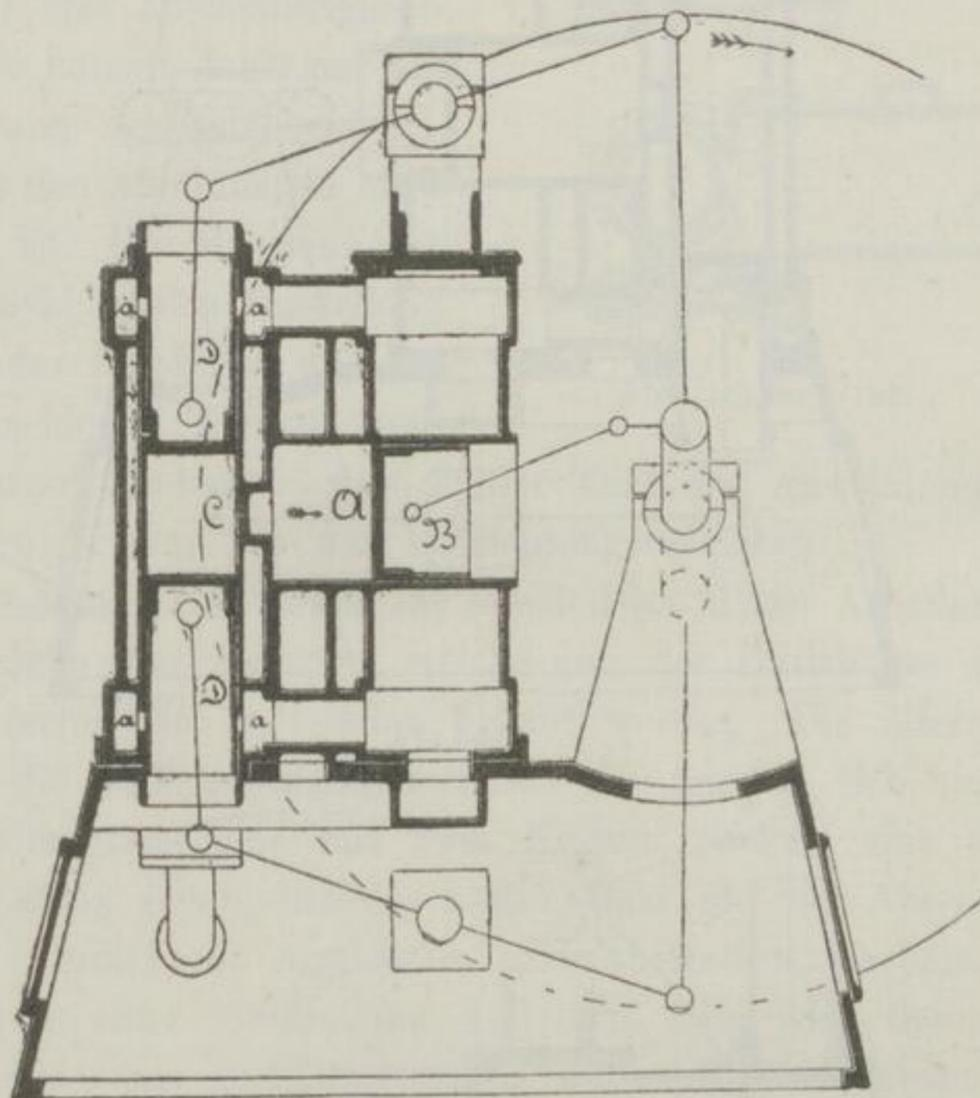

Abb. 178.
**Sturgeon.** Die Lösung der oben gestellten Aufgabe durch die von Henry Wallwork & Cie. in Manchester gebaute „Sturgeon gas engine“ ist recht umständlich. Wie aus den Abb. 178—180, welche die Gerippskizze der Maschine in drei verschiedenen Stellungen zeigen, hervorgeht, hat sie zwei Cylinder und drei Kolben. Der liegende Cylinder *A* dient als Ladepumpe; bewegt sich sein Kolben *B* von